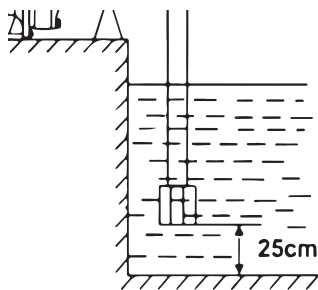

Fig. 04
10. Válvula de retenção deve estar a no mínimo 25 cm do fundo do reservatório, conforme Fig. 04;